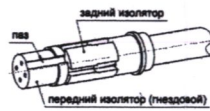

Рисунок 9
3.3 Установить передний изолятор до упора, предварительно сориентировав его паз в соответствии со схемой (рисунок 9).